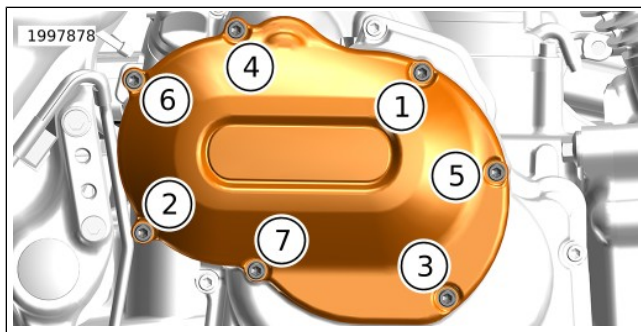

Abbildung 115. Anzugsreihenfolge der Rückwärtsgang-Seitenabdeckung
- c. Siehe Abbildung 115. Die Schrauben in der abgebildeten Reihenfolge anziehen.